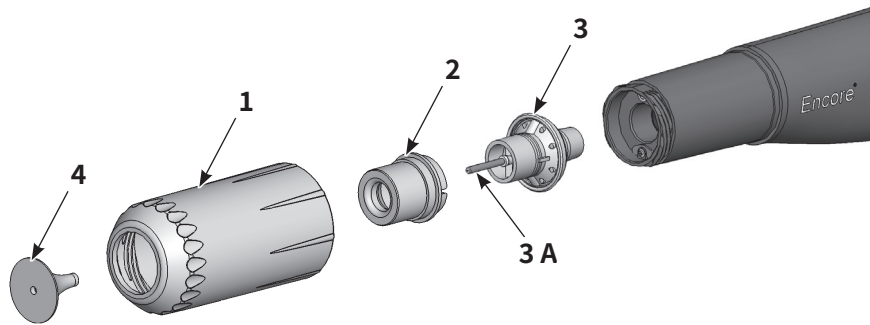

図9 オプションのデフレクターとコニカルノズルの交換
1. 図9を参照。デフレクター (4) を入れ替えるには、慎重に電極アッセンブリ (3) から抜きます。デフレクターを交換するだけなら、新しいデフレクターを電極アッセンブリに取り付けます。電極ワイヤを曲げないように注意します。
2. ノズル全体を交換する場合、ノズルナット (1) を反時計回りに回して外します。
3. コニカルノズル (2) を引いて電極アッセンブリから外します。